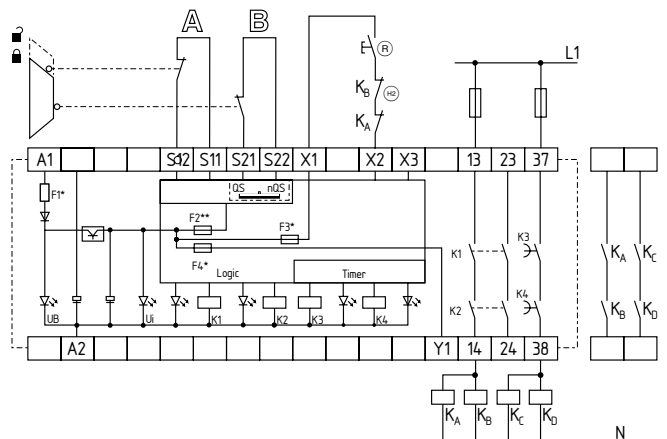

Fig. 8:
**L'exemple reprend une commande à deux canaux d'une surveillance de porte; avec deux contacts A et B, dont au moins un à manœuvre positive d'ouverture; avec interrupteur de réarmement externe (R) (voir Fig. 8)**